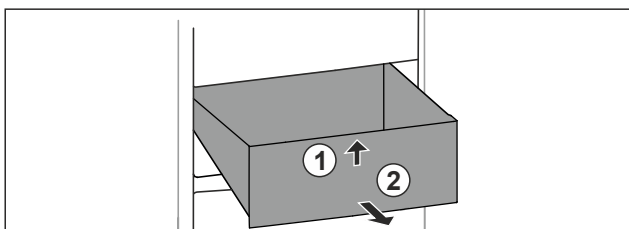

Fig. 56
- Sollevare il cassetto dal davanti. Fig. 56 (1)
- Rimuovere il cassetto tirandolo in avanti. Fig. 56 (2)